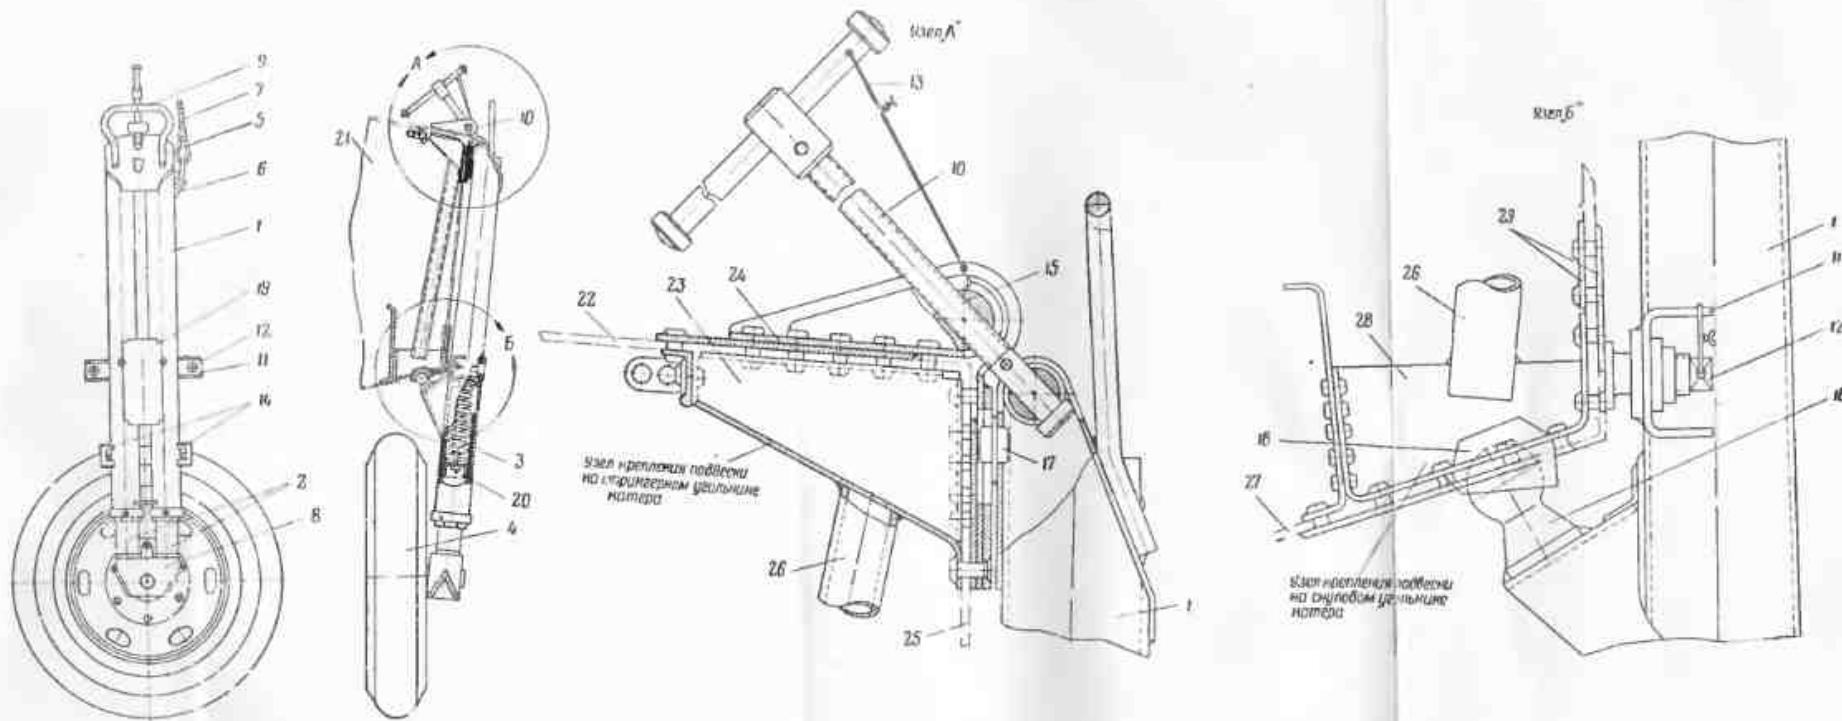

Рис. 23. Подвеска:
50. Подвеска (рис. 23) состоит из следующих основных частей: наружных труб 1, внутренних труб 2, пружин 3 и колеса 4 автомобиля ЗИЛ-151 со ступицей и подшипниками.
61. Для снятия подвесок после всплытия катера необходимо (см. рис. 23):
64. Установка подвесок производится на плаву в следующей последовательности (см. рис. 23):